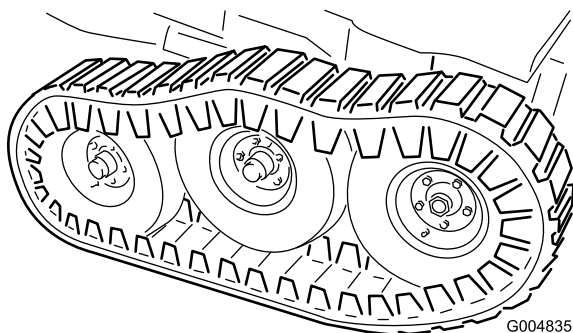

Figure 125
40. Abaissez le cric jusqu'à ce que les roues avant supportent le cadre. Montez les rondelles plates (1/2 po) et les contre-écrous sur le goujon de pivot de bogie (Figure 125) et serrez à 102 Nm (75 pi-lb).